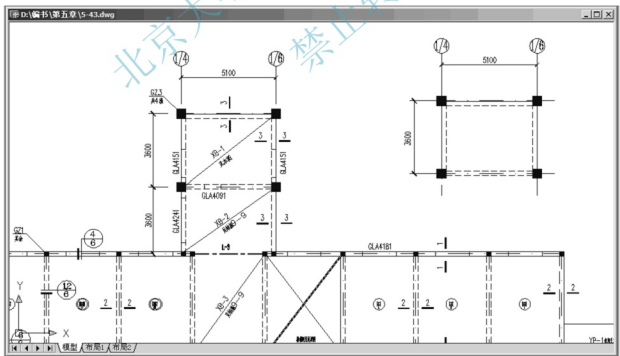

图 5.50 复制并修整图形
(3) 在**指定基点或 [位移 (D)] < 位移 >**：提示下，在 XB - 1 内部任意单击一点作为复制基点。
(4) 在**指定基点或 [位移 (D)] < 位移 >**，指定第二个点或 < 使用第一个点作为位移 >：提示下，将图形放到标准层结构布置平面图的右上角空白处。
(5) 将上面复制出的图形修整至如图 5.50 所示的状态。